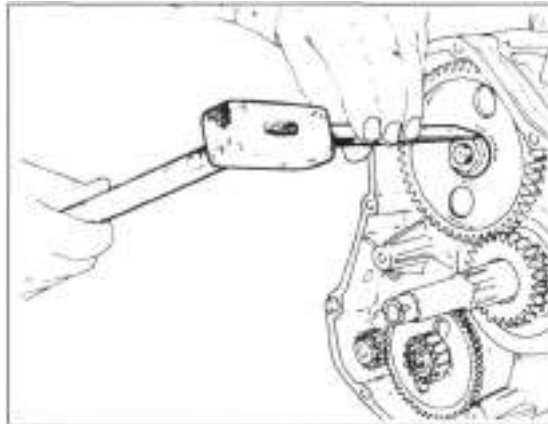
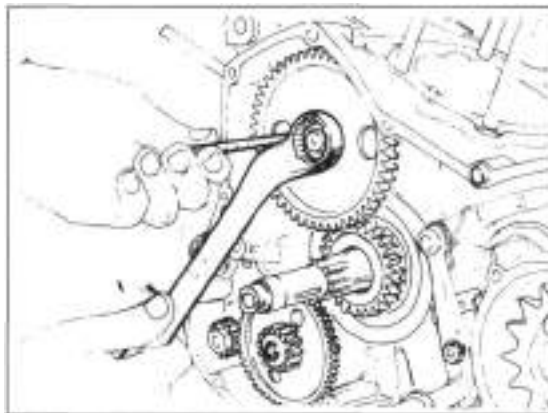
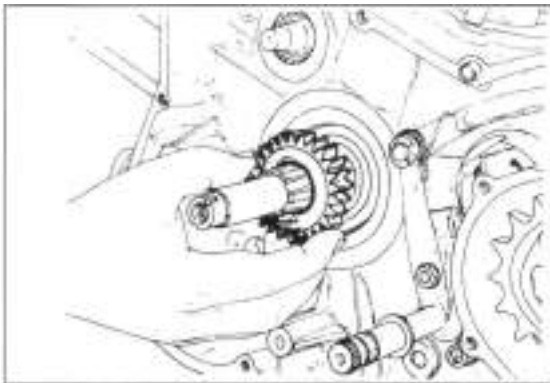

Bild 178
Bild 179
Bild 180
- Sicherungsblechlasche von Befestigungsmutter der Steuerungszwischenwelle flachbiegen (Bild 178). Steuerrad mit Stift blockieren und Mutter ausdrehen (Bild 179). Steuerrad und Antriebsrad (Bild 180) abnehmen.
- Links Zahnrad (Bild 180) auf Kurbelwelle aufschieben, Zahnrad (Bild 179) auf Antriebswelle aufschieben und Sicherungsblech auf Welle auflegen. Mutter aufschrauben, Zahnrad mit Dorn gegenhalten und Mutter anziehen (40 - 44 Nm).